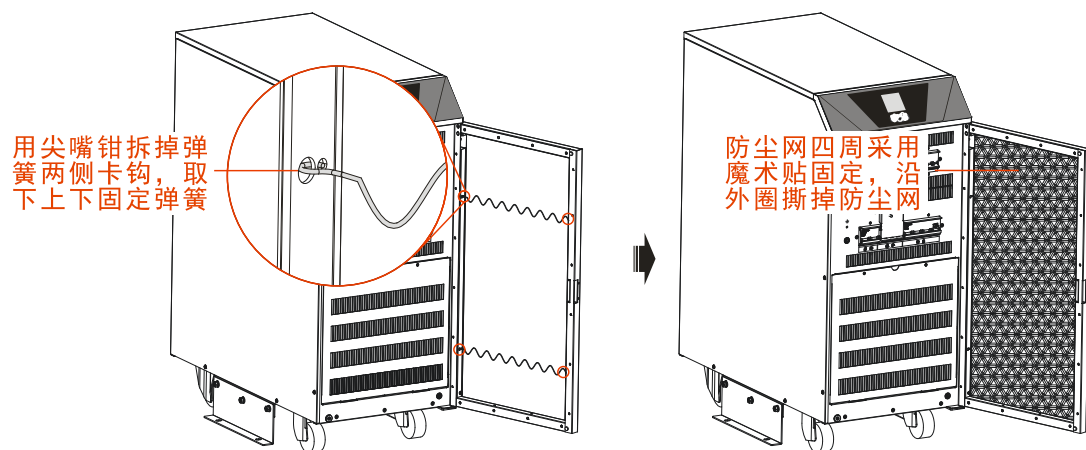

图6-1 防尘网拆卸方法
- 定期清洁 UPS 前门板防尘网，防止被灰尘堵住进风口，确保进风通畅，防尘网拆卸方法如图 6-1 所示。